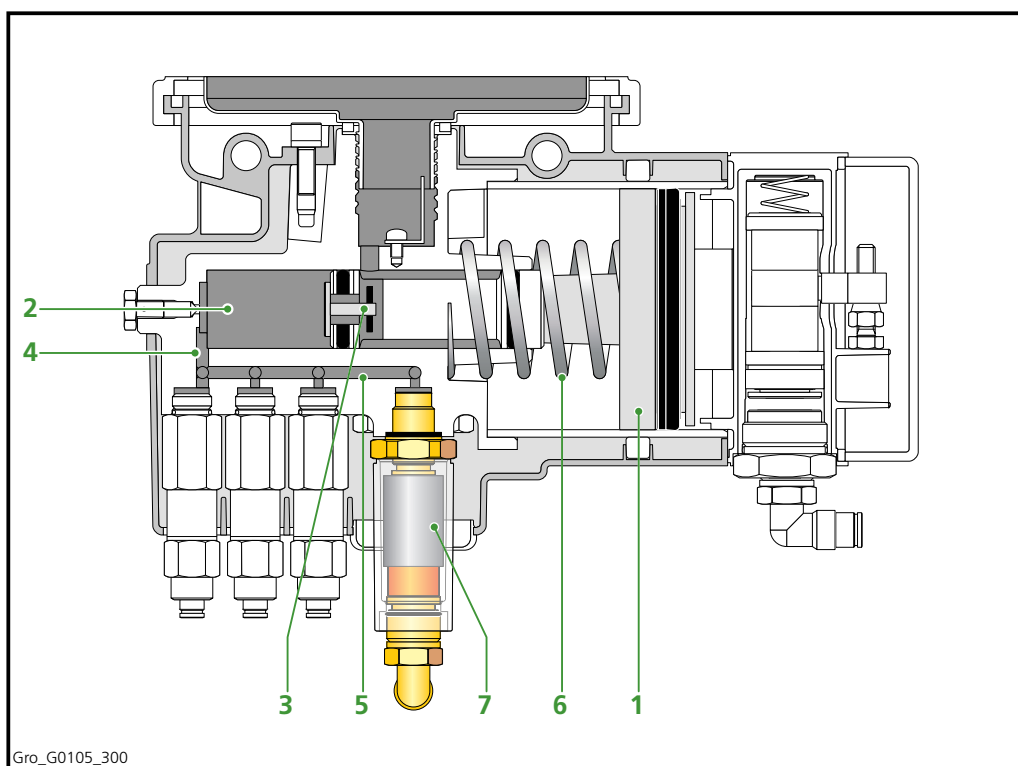

Fig 3.1 La pompa a stantuffo
Quando il contatore di frenate attiva il flusso di aria compressa dal serbatoio pneumatico del veicolo allo spazio retrostante rispetto allo stantuffo pneumatico / di ingrassaggio (Fig 3.1) della pompa a stantuffo, lo stantuffo viene spinto lateralmente. Il lubrificante, che a questo punto è sottoposto a pressione nella camera (2), spinge la valvola (3) contro la relativa sede in modo da impedire il ritorno nel serbatoio lubrificante (valvola di non ritorno). Il lubrificante viene costretto a fluire dalla camera (2) attraverso il condotto (4) nella camera del lubrificante (5) presente al di sopra delle unità di dosaggio le quali, a loro volta, fanno defluire (al valore massimo di pressione dell'impianto) i quantitativi preimpostati di lubrificante attraverso i condotti lubrificante applicandoli nei punti di ingrassaggio del veicolo. Alla fine del ciclo di lubrificazione, l'alimentazione di aria compressa viene interrotta e la pressione dietro lo stantuffo pneumatico / lubrificante (1) inizia a diminuire, mentre la molla (6) riporta lo stantuffo nella posizione originaria. Tale condizione crea una depressione nella camera (2), assicurando che la valvola di non ritorno (3) si apra permettendo il flusso di nuovo lubrificante dalla cartuccia in modo da riempire la camera (2).